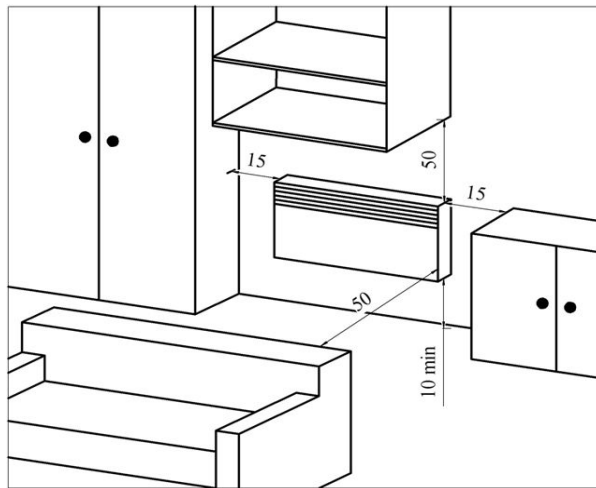

Рис. 2
5.8 Розміщення конвектора на опорах в приміщенні аналогічне (див. рис.2), при цьому відстань від задньої стінки конвектора до предметів (меблі, штори й т.п.) повинна бути не менше 15 см.